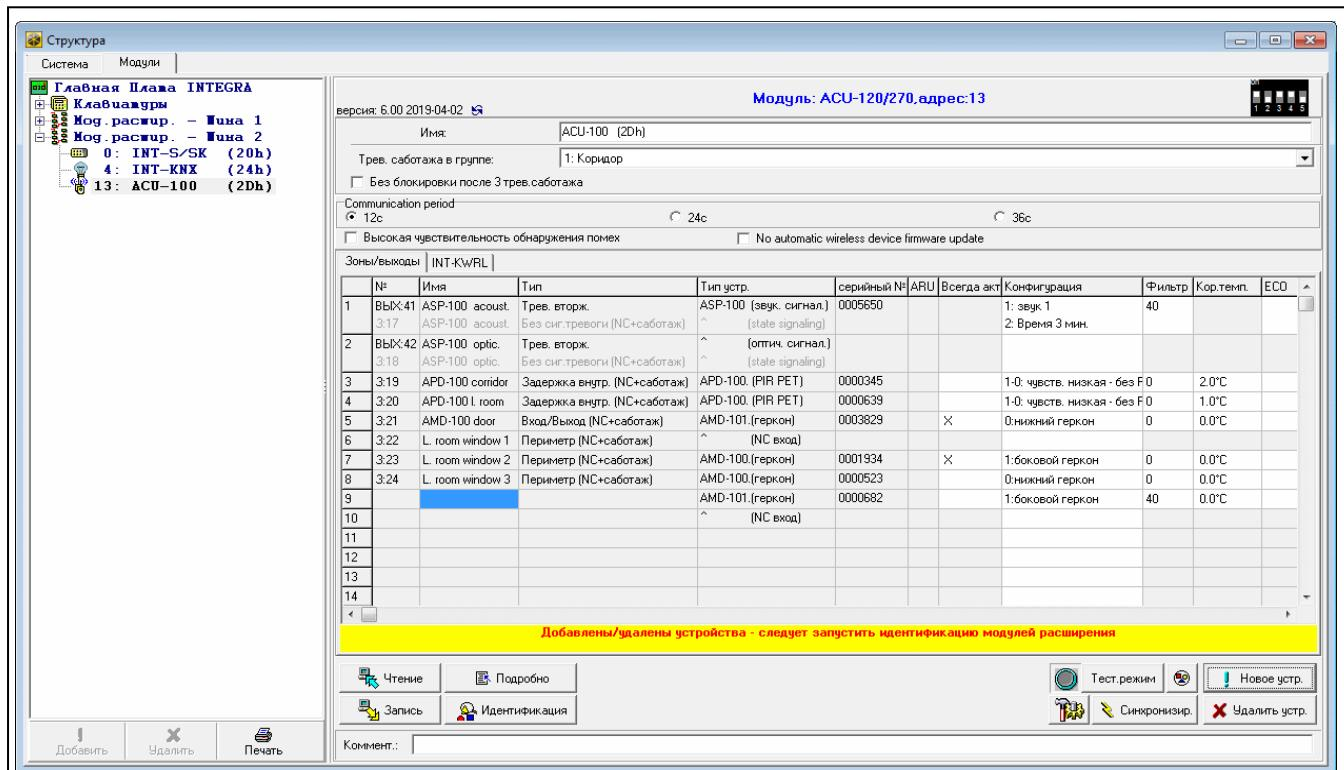

Рис. 19. Программа DLOADX: информация, отображаемая после регистрации нового устройства в контроллере, подключенном к прибору INTEGRA / INTEGRA Plus.
- Нажмите кнопку "Идентификация" (см. рис. 19). Только по завершении процедуры идентификации модулей расширения, в системе охранной сигнализации будут доступны новые беспроводные зоны / выходы.